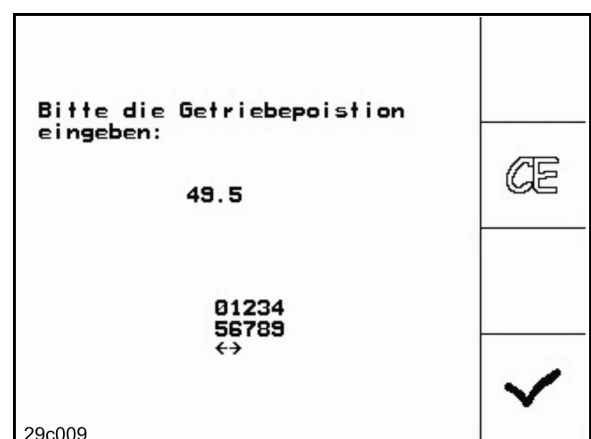

Fig. 80
-  Bekreft innstillingene og skriv inn skalaverdien som girspaken viser, i menyvinduet som nå åpnes (Fig. 80).